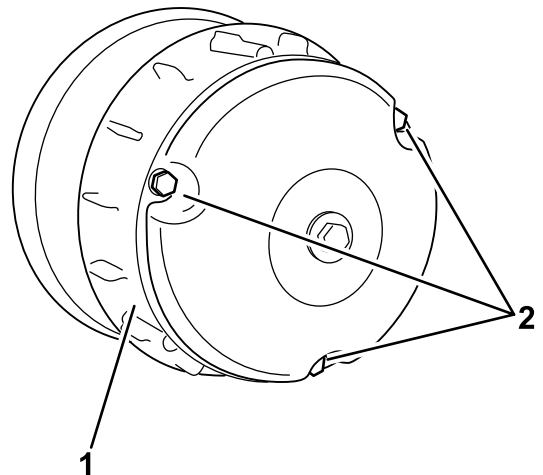

图 61
2. 拧掉将离合器盖固定到离合器的 3 个螺栓取下盖子图 61。
- 安装离合器盖使用在 2 中卸下的 3 个螺栓 图 61 固定。